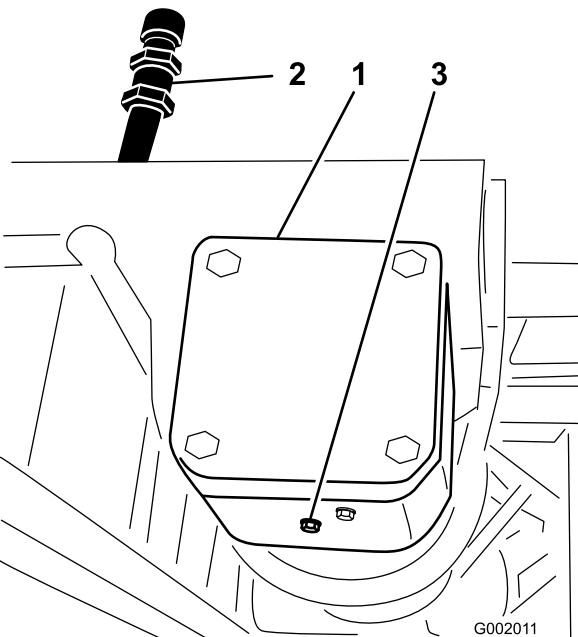

Figura 70
3. Retire o bujão de enchimento e escoamento (Figura 70), para permitir a drenagem do óleo para o recipiente.